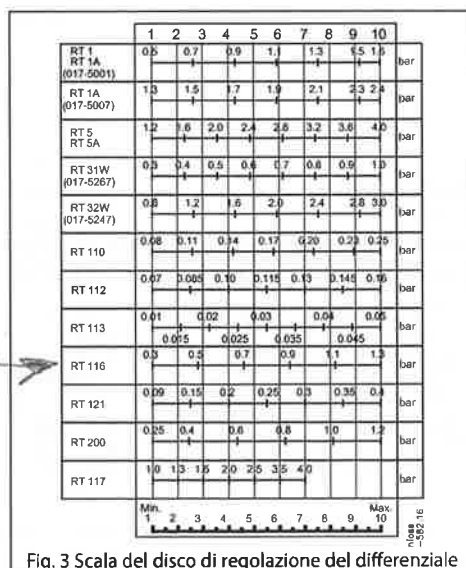

Fig. 3 Scala del disco di regolazione del differenziale
Il valore viene impostato usando la manopola di regolazione (5) leggendo allo stesso tempo la scala di regolazione (9). Per i pressostati muniti di cappuccio di tenuta, devono essere usati appositi utensili. In unità provviste di differenziale fisso, la differenza tra pressione di inserimento e disinserimento è fissa. Se le unità hanno differenziale regolabile, il coperchio anteriore deve essere rimosso. Il disco differenziale (19) deve essere impostato in base al diagramma di fig. 3.
La pressione di avvio di 6 bar deve essere impostata sulla scala. Il differenziale deve essere regolato come differenza tra la pressione d'arresto (7 bar) e la pressione d'avvio (6 bar)=1 bar. In base alla fig. 3, il differenziale deve essere impostato su 8.